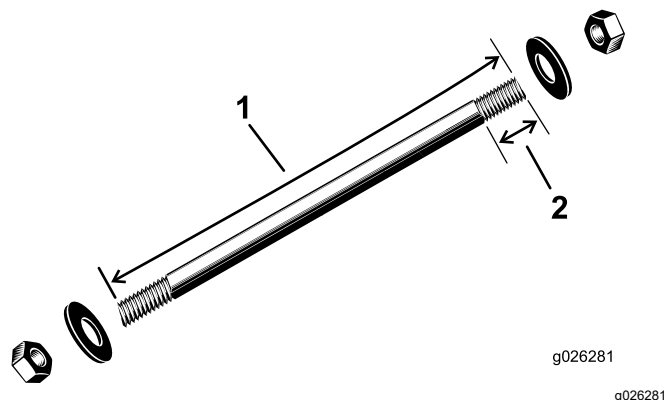
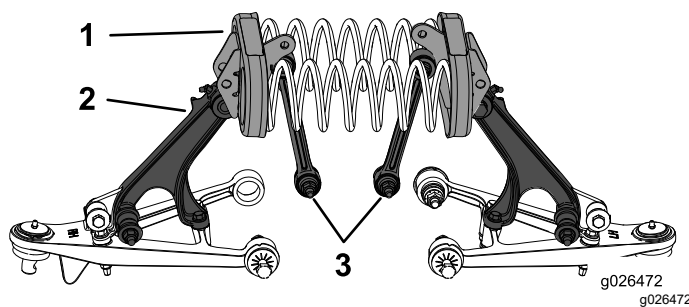

Figura 17
Figura 18
1. Utilizând un instrument pentru arc de compresie, după cum este indicat în Figura 17, montați tija arcului de compresie prin orificiile din fiecare suport de arc (Figura 18).